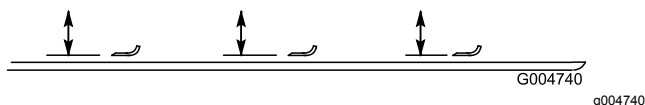

Figura 89
2. Ruotate la lama fino a quando le estremità non sono rivolte in avanti e indietro e misurate la distanza tra l'interno del piatto di taglio e il tagliente sulla parte anteriore della lama (Figura 89).